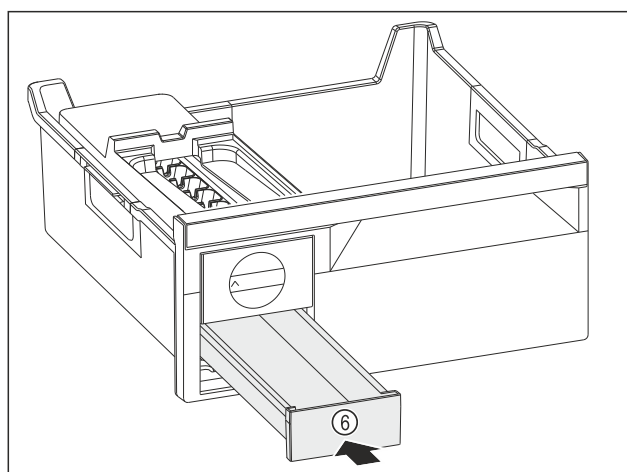

Fig. 87
- ▶ Skjut in iskublådan Fig. 87 (6).